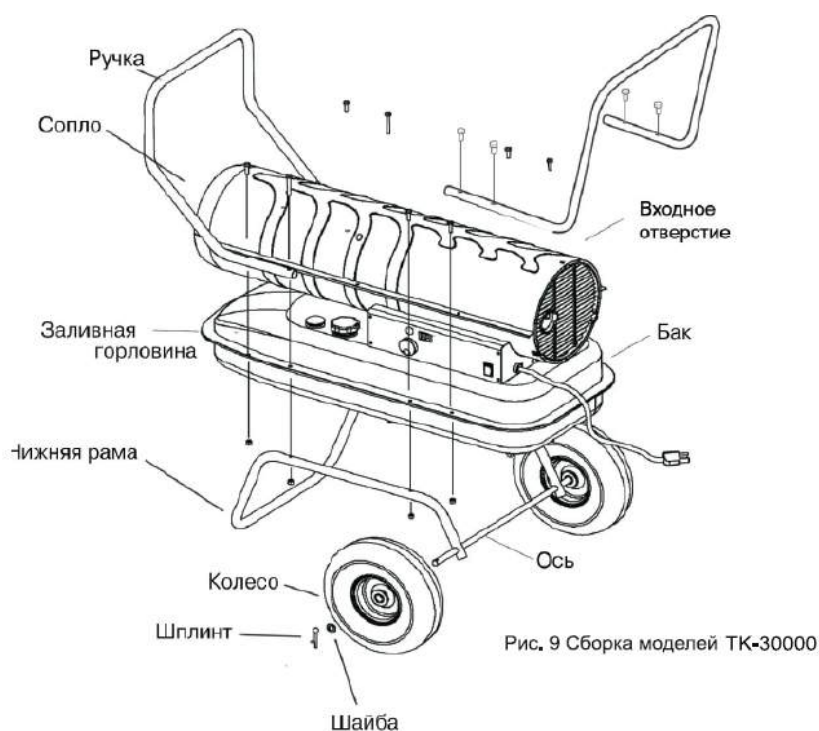

Рис. 9 Сборка моделей ТК-30000
1. Пропустить колесную ось через опорную раму для колес. Установить колеса на ось, повернув колесную втулку по направлению к опорной раме (см. рис. 9)